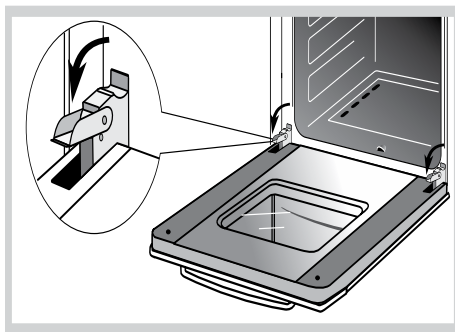

Рис.2
- поднимите и поверните до упора рычаги, расположенные на двух шарнирах (рис. 2),